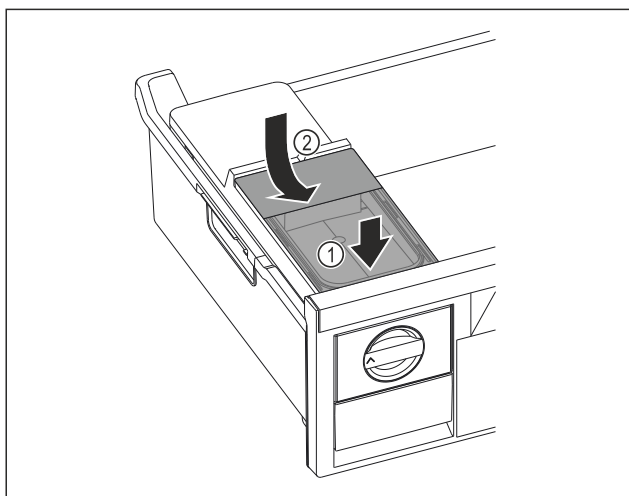

Fig. 127
- ▶ Zbiornik wody wsunąć od przodu Fig. 127 (1)
- ▶ Zbiornik wody opuścić z tyłu Fig. 127 (2)